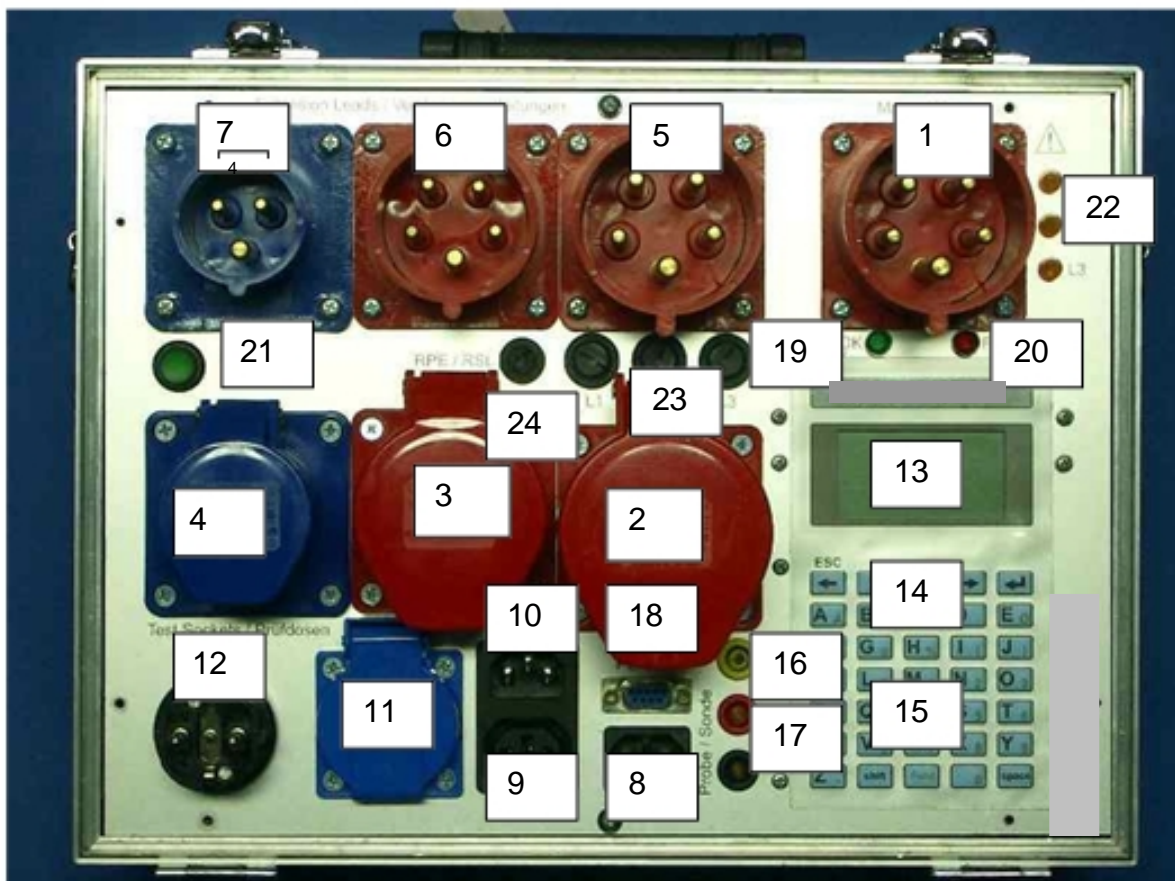

Bild 2
4.1 Anschlüsse (Bild2)
4.2 Netzanschluss „Input“, Typ CEE-32A 230/400V AC (Bild2/1)
4.3 Messbuchse „GND“ (Bild2/16)
4.4 Messbuchse „Probe“ (Bild2/17)
4.5 Schnittstelle PC-COM (Bild2/18)
4.6 Prüfdosen (Bild2/2,3,4)
4.7 Prüfstecker (Bild2/5,6,7)
4.8 Sicherungen F1, F2 und F3 für alle 16A Prüfdosen (Bild2/23)
4.10 Display (Bild2/14)
4.11 Tastatur (Bild2/15)